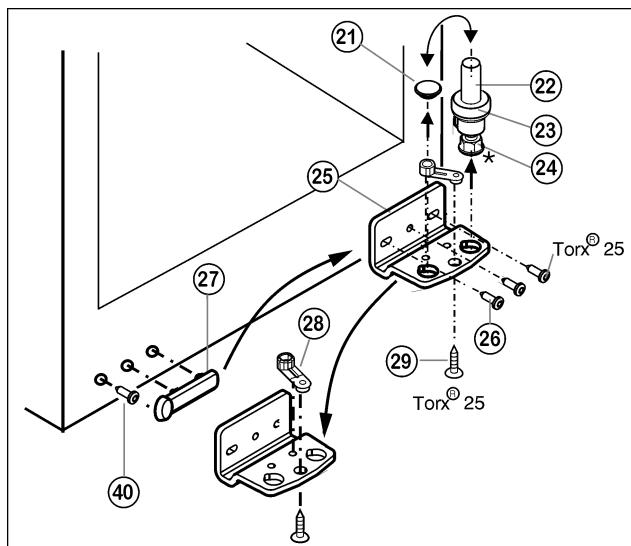

Fig. 5
- ▶ Lagerbolzen Fig. 5 (22) komplett, mit Scheibe Fig. 5 (23) und Stellfuß* Fig. 5 (24) nach oben herausziehen.
- ▶ Stopfen Fig. 5 (21) abheben.
- ▶ Lagerbock Fig. 5 (25) abschrauben Fig. 5 (26).
- ▶ Lagerteil Fig. 5 (28) abschrauben Fig. 5 (29) und in das gegenüberliegende Aufnahmelöch der Lagerbocks umsetzen, wieder festschrauben.
- ▶ Griffseitige Abdeckung Fig. 5 (27) vorsichtig abheben, Schraube Fig. 5 (40) herausdrehen und beides auf die Gegenseite umsetzen.
- ▶ Lagerbock Fig. 5 (25) auf der neuen Scharnierseite ggf. mit Hilfe eines Akkuschraubers **fest (mit 4 Nm)** wieder anschrauben.
- ▶ Stopfen Fig. 5 (21) in das andere Loch wieder einsetzen.
- ▶ Lagerbolzen Fig. 5 (22) komplett, mit Scheibe und Stellfuß*, wieder einsetzen. Dabei darauf achten, dass der Rastnocken nach hinten zeigt.
- ▶ Stopfen (33) aus der Türlagerbuchse herausheben und umsetzen.
- ▶ Türgriff (32), Stopfen (33) und Druckplatten* (34) abmontieren und auf die Gegenseite umsetzen.
- ▶ Tür von oben auf Lagerbolzen unten Fig. 5 (22) aufsetzen.
- ▶ Oberen Lagerbock (12) auf der neuen Scharnierseite in die Tür einsetzen.
- ▶ Oberen Lagerbock (12) **fest (mit 4 Nm)** anschrauben (2 mal Torx® 25) (13). Schraublöcher evtl. vorstechen oder Akkuschrauber verwenden.
- ▶ Abdeckung (10) und Abdeckung (11) jeweils auf der Gegenseite aufrasten.
- ▶ Die Tür evtl. über die beiden Langlöcher im Lagerbock unten Fig. 5 (25) fluchtend zum Gerätegehäuse ausrichten. Dazu mittlere Schraube herausdrehen.